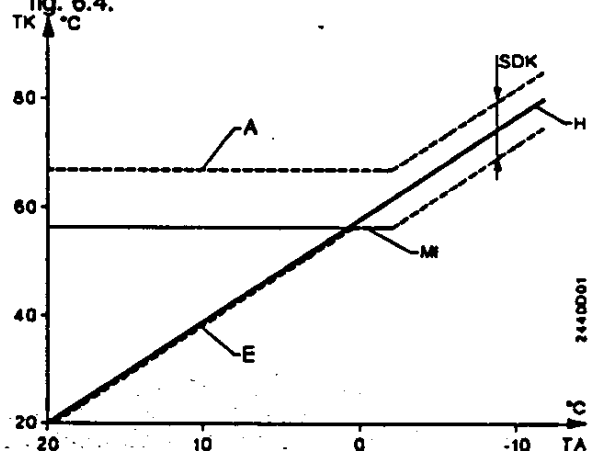

Fig. 6.4 Prolongation de la durée de marche du brûleur en faible charge
- TK_{min} a une fonction spéciale : En cas de demande de chaleur dans le domaine de faible charge, la chaudière fonctionne en régime glissant avec prolongation de la durée de marche du brûleur selon la fig. 6.4.